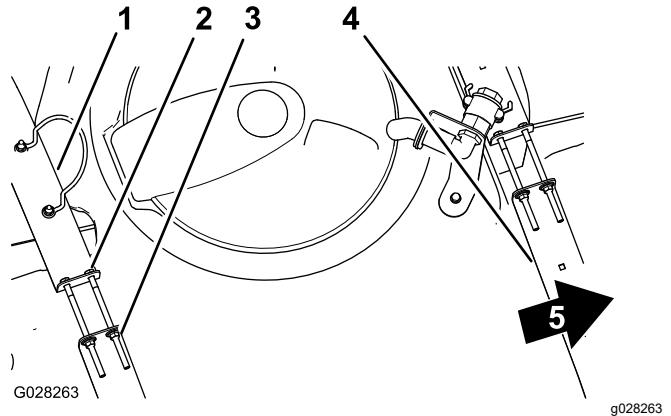

Figura 25
2. Compruebe si hay holgura entre los flejes y el depósito (Figura 25).
3. Si los flejes tienen holgura, apriete las contratuerca con arandela prensada y los pernos del extremo superior de los flejes hasta que los flejes queden apretados contra la superficie del depósito (Figura 25).